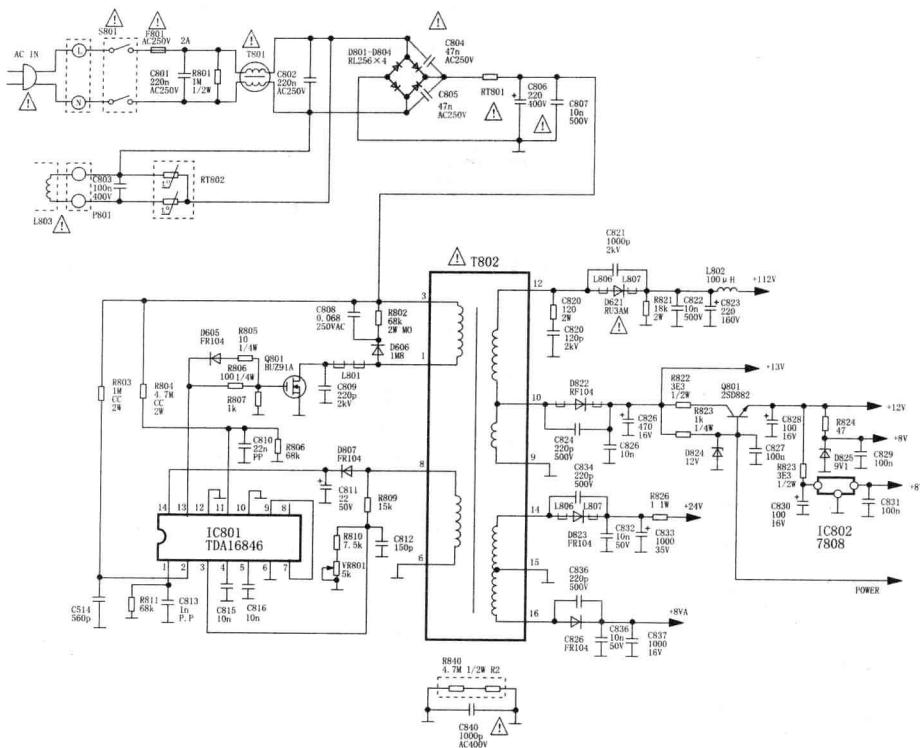

图 3-2 TCL 2111D 型彩电开关电源电路
工作原理 (图 3-2) 交流 220V 电压经开关 S801、熔断丝 F801、互感滤波器 T801, 进入桥式整流后输出 300V 直流电压。电压一路经开关变压器 T802 的③—①绕组加到场效应管 Q801 的漏极 D 上, 另一路经启动电阻 R803 为集成电路 IC801 的②脚提供启动电流, 使开关电源振荡工作。IC801 振荡后, ⑬脚提供正反馈电压, 使 IC801 继续进行振荡。